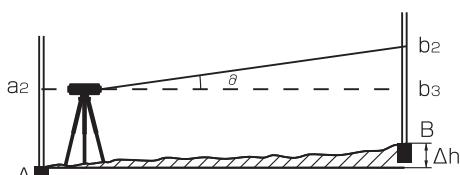

図13
- (1) スタッフA・Bの中間に本機がセットされていますので、十字線に狂いがある場合は同じ量の狂いとなり、その狂いは相殺されます。従って高低差の値には影響を与えません。つまり $b_3$ の値は $a_2 - \Delta h$ となり、これが十字線の必要調整量となります。
- (2) 接眼キャップを外し、十字線調整ネジを矯正針で $[(a_1 - b_1) - (a_2 - b_2)] < 3\text{mm}$ になるまで調整します。図13の場合、 $b_2$ の値は高すぎますので十字線調整ネジを少しうるめ、十字線を下げる下さい。逆に $b_2$ の値が $b_3$ より低い場合は十字線調整ネジを締めて十字線を上げて下さい。
- (3) 6.3の手順で $[(a_1 - b_1) - (a_2 - b_2)] < 3\text{mm}$ になるまで繰り返し調整を行って下さい。